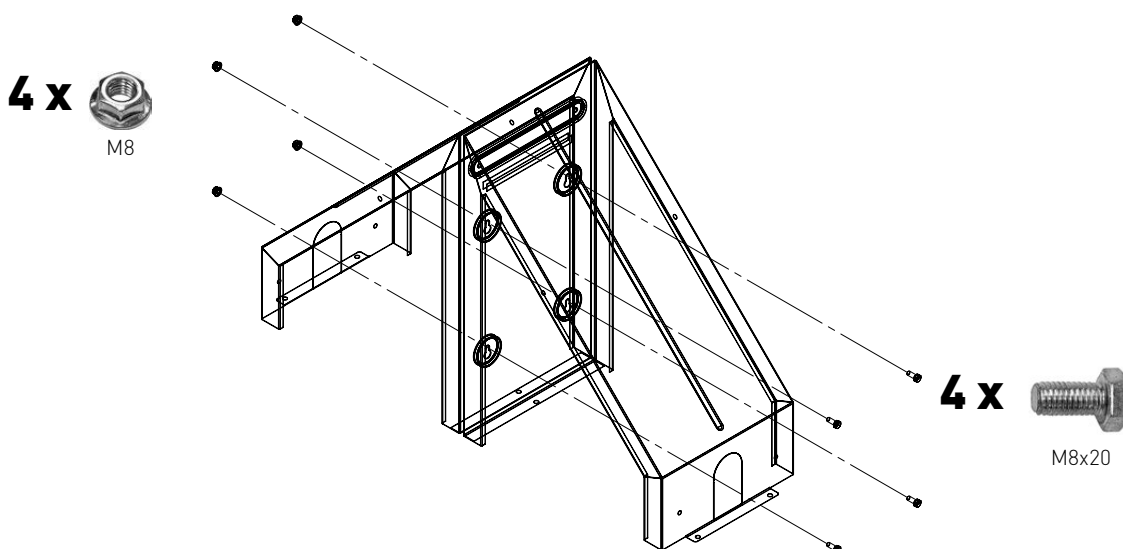

Fig. 7 Visser ensemble 2 montants pour former un tunnel
- Montage du tunnel (seulement si un tunnel est nécessaire, voir point 5). Visser ensemble 2 montants avec 4 écrous de blocage M8 et 4 vis à six pans M8x20 pour chaque, pour former un tunnel – Fig. 7.
Visser ensemble 2 montants avec 4 écrous de blocage M8 et 4 vis à six pans M8x20 pour chaque, pour former un tunnel – Fig. 7.